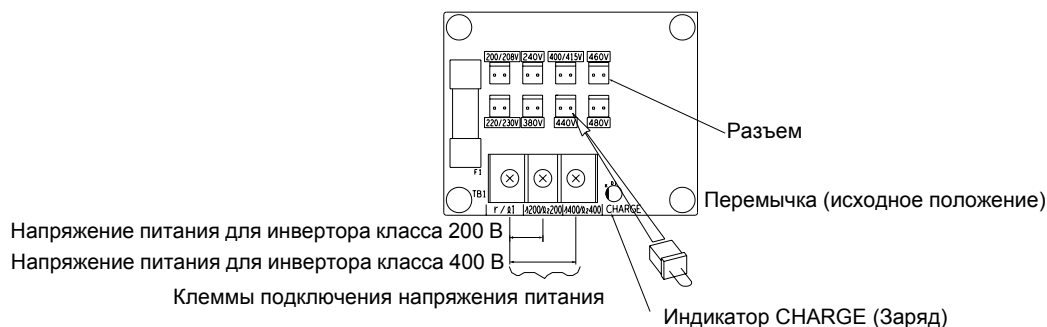

Рис. 4.2 Настройка напряжения питания
4. Установите переключку в положение, соответствующее напряжению питания инвертора (см. Рис. 4.2).